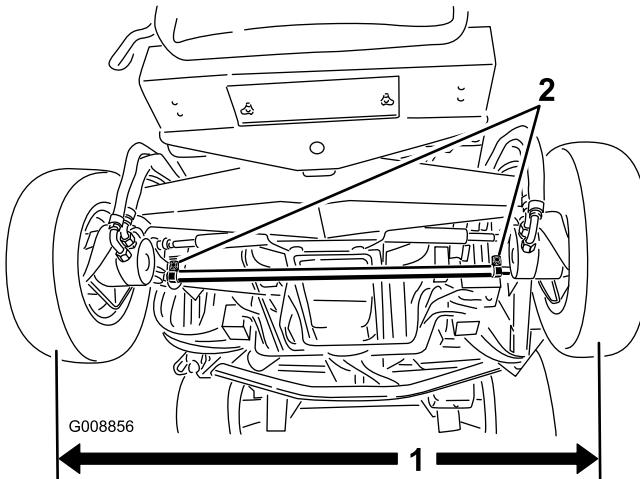

Figura 77
- Mida la distancia entre centros (a la altura del eje) en la parte delantera y trasera de los neumáticos de dirección (Figura 77). La distancia delantera debe ser de 0–3 mm menos que la trasera.
- Para ajustar, afloje las abrazaderas en ambos extremos de las bielas (Figura 77).